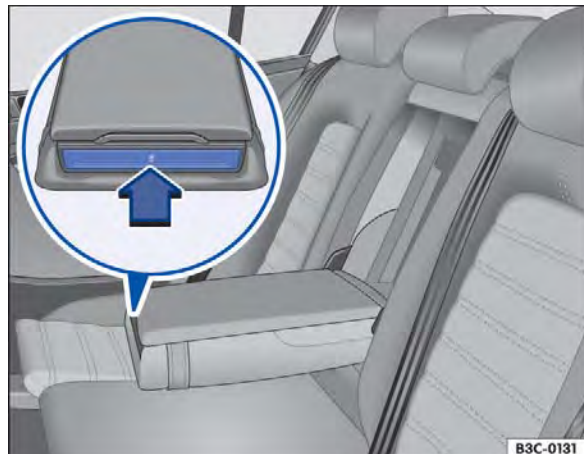

Fig. 120 No descanso-braço central traseiro: estender o porta-copos.
- Pressionar a parte dianteira do console central ⇒ Fig. 120 no sentido da seta. O porta-copos se estende.